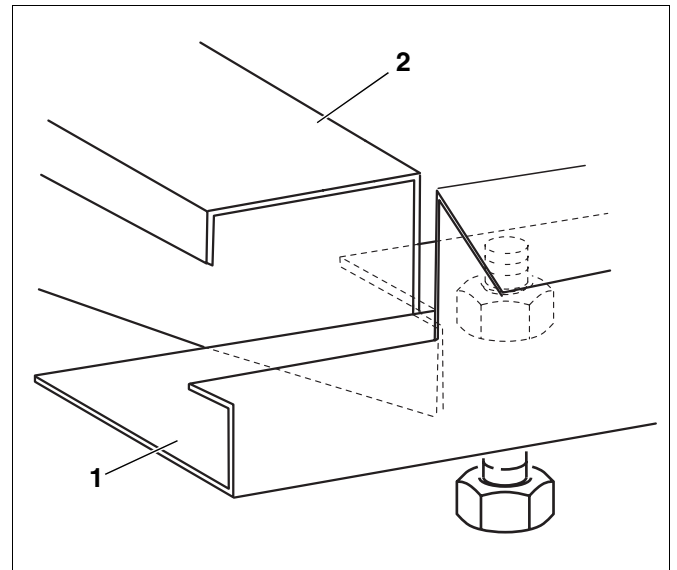

Abb. 39 Längsschiene auf Quertraverse setzen
- Längsschiene (Abb. 39, **Pos. 1**) mit der vorderen Ausklung auf die Ausklung der Quertraverse (Abb. 39, **Pos. 2**) setzen.